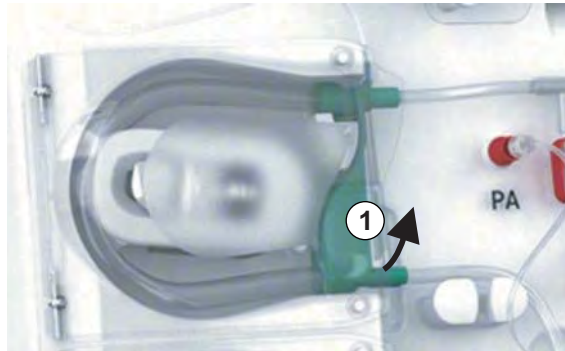

Fig. 7-1 Retirada de la línea de sangre
Al retirar las líneas de sangre de las bombas, presionar ligeramente hacia afuera la parte inferior del multiconector (Fig. 7-1 , ①) para extraerla de la base de la bomba de sangre (dirección de la flecha) mientras la tapa de protección de la bomba de sangre está cerrada. Cuando la línea se ha expulsado del rotor de la bomba, abrir la tapa de protección de la bomba y retirar la línea de sangre.